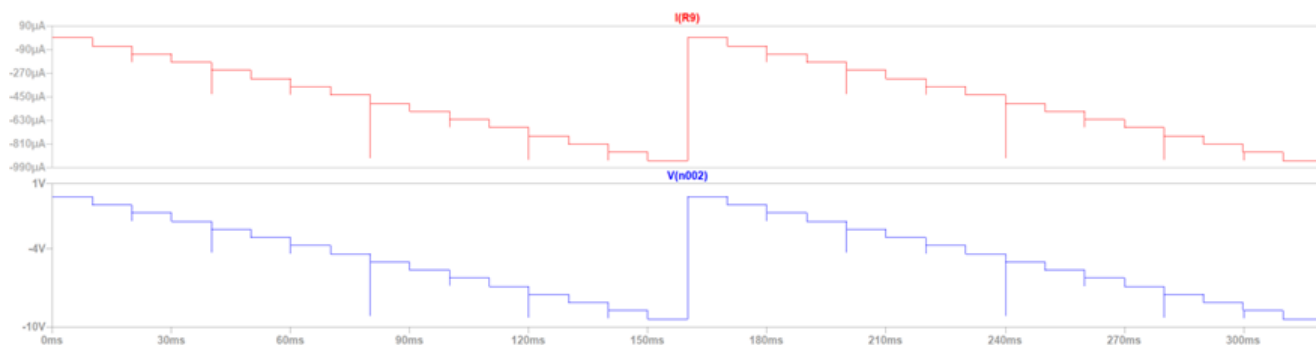

Figura 5 - Tensão de saída do circuito com o operacional e a corrente que atravessa R9
1.1) Efetuar a simulação do conversor D/A de 4 bits apresentado na figura 5, recorrendo ao LTspice
2.1) Efetuar a simulação do conversor D/A de 4 bits apresentado na figura 5, recorrendo ao LTspice